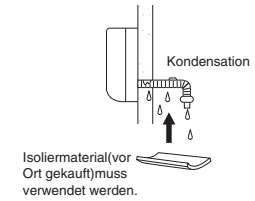

Abb. 3-70
- (c) Wenn der Ablaufschlauch im Raum verläuft, ist er so mit Isolierung* zu isolieren, dass Möbel und Böden nicht durch Kondenswasser beschädigt werden können. (Abb. 3-70)